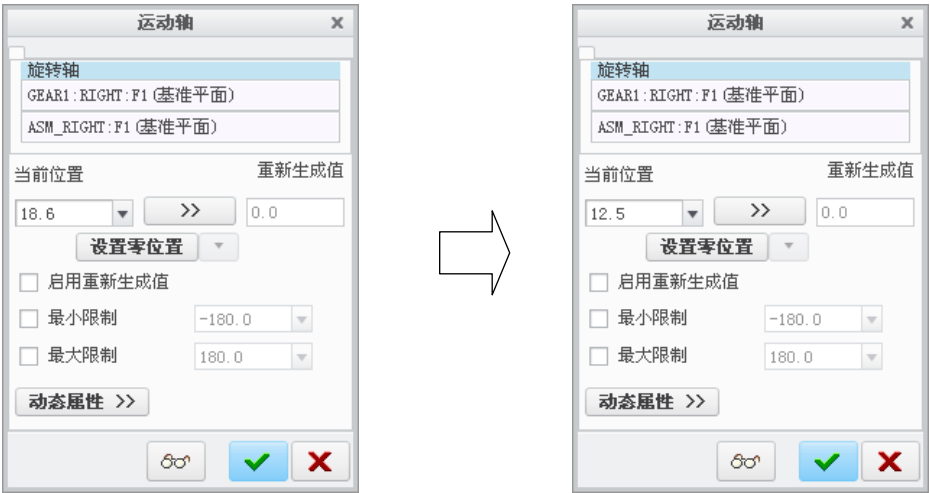

图 9.6.13 “运动轴”对话框
- ① 在“查找”列表选取“旋转轴”。
- ② 在“查找范围”列表选取 GEAR_ASM.ASM 装配，单击 **立即查找** 按钮。
- ③ 在结果列表选取连接轴 Connection_1c.first_rot_axis，单击 **>>** 按钮加入选定栏中。
- ④ 单击对话框的 **关闭** 按钮。
Step2. 右击，在弹出的快捷菜单中选择 **编辑定义** 命令，系统弹出图 9.6.13 所示的“运动轴”对话框，在该对话框中进行下列操作：
- (1) 在 **当前位置** 文本框中输入数值 12.5，如图 9.6.13 所示。
- (2) 单击“运动轴”对话框中的 **✓** 按钮。